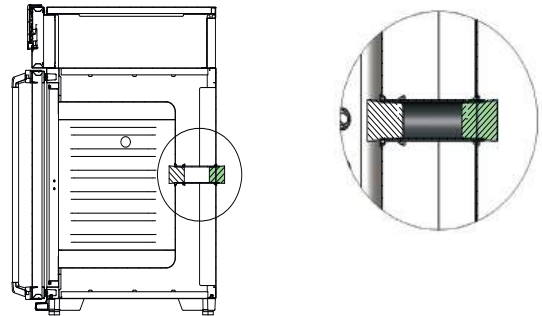

Fig. 26 Filtro HEPA
1. Si hay un filtro HEPA en el interior del conducto del ventilador (Equipo adicional, Fig. 26) está montado: Retire el filtro HEPA. Puede dañarse durante la esterilización.